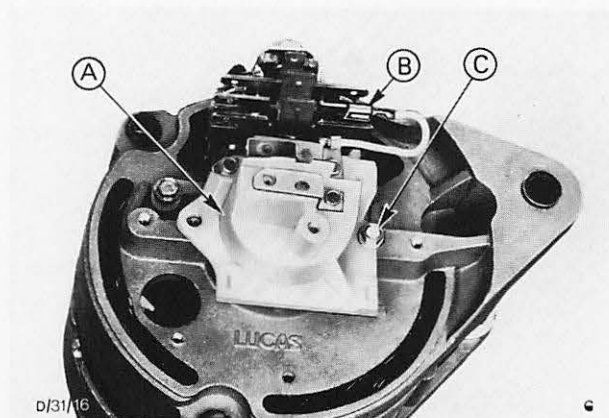

Abb. 57 Bürstenhalter einbauen
35. Bürstenhalter einbauen. Abb. 57.